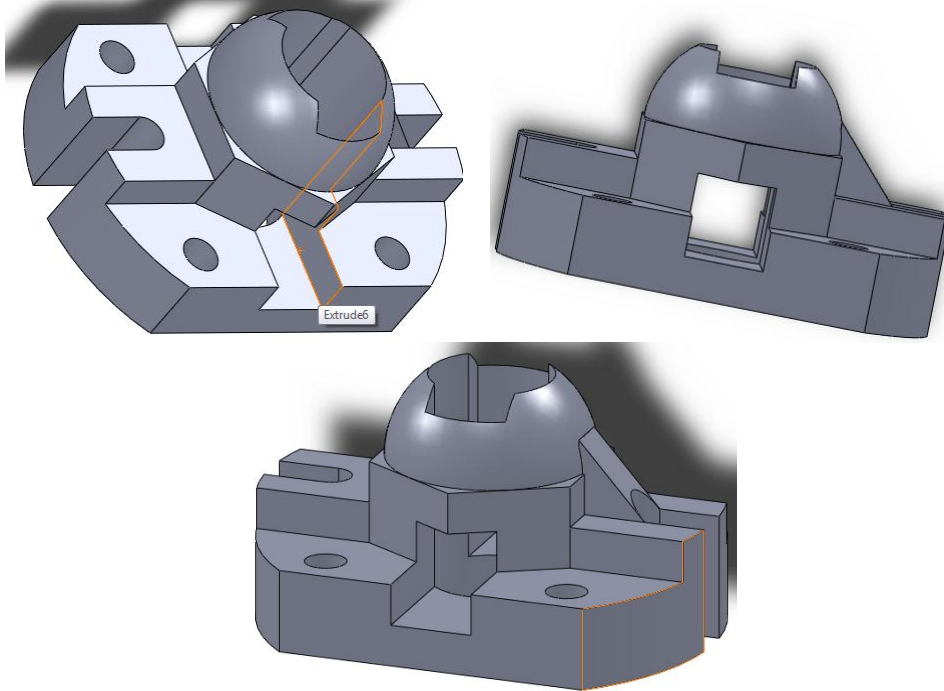

Рис. 3.1.18. Тривимірний вигляд створеної деталі
9. Використовуючи площини побудованої фігури і інструмент «Вытянутый вырез» сформуєте кінцеву тривимірну геометрію деталі (рис. 3.1.18)